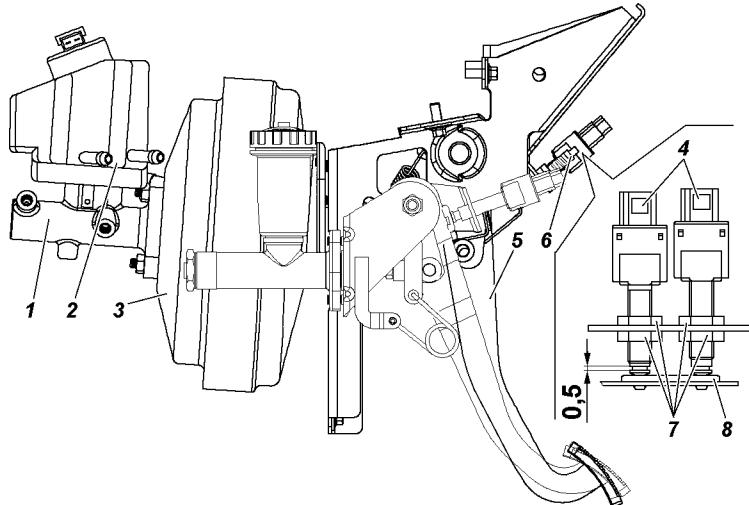

Рис. 9.34. Привод главного тормозного цилиндра:
**Свободный ход педали тормоза** при необходимости регулируйте вращением регулировочного винта 6 (рис. 9.34).